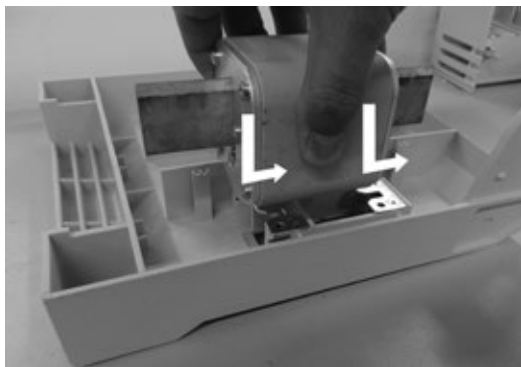

Figura 13
- Coloque el eslabón fusible en un portafusible (Figura 13), mueva el eslabón fusible a lo largo de la tapa hasta que la traba de los eslabones fusibles se sujete.